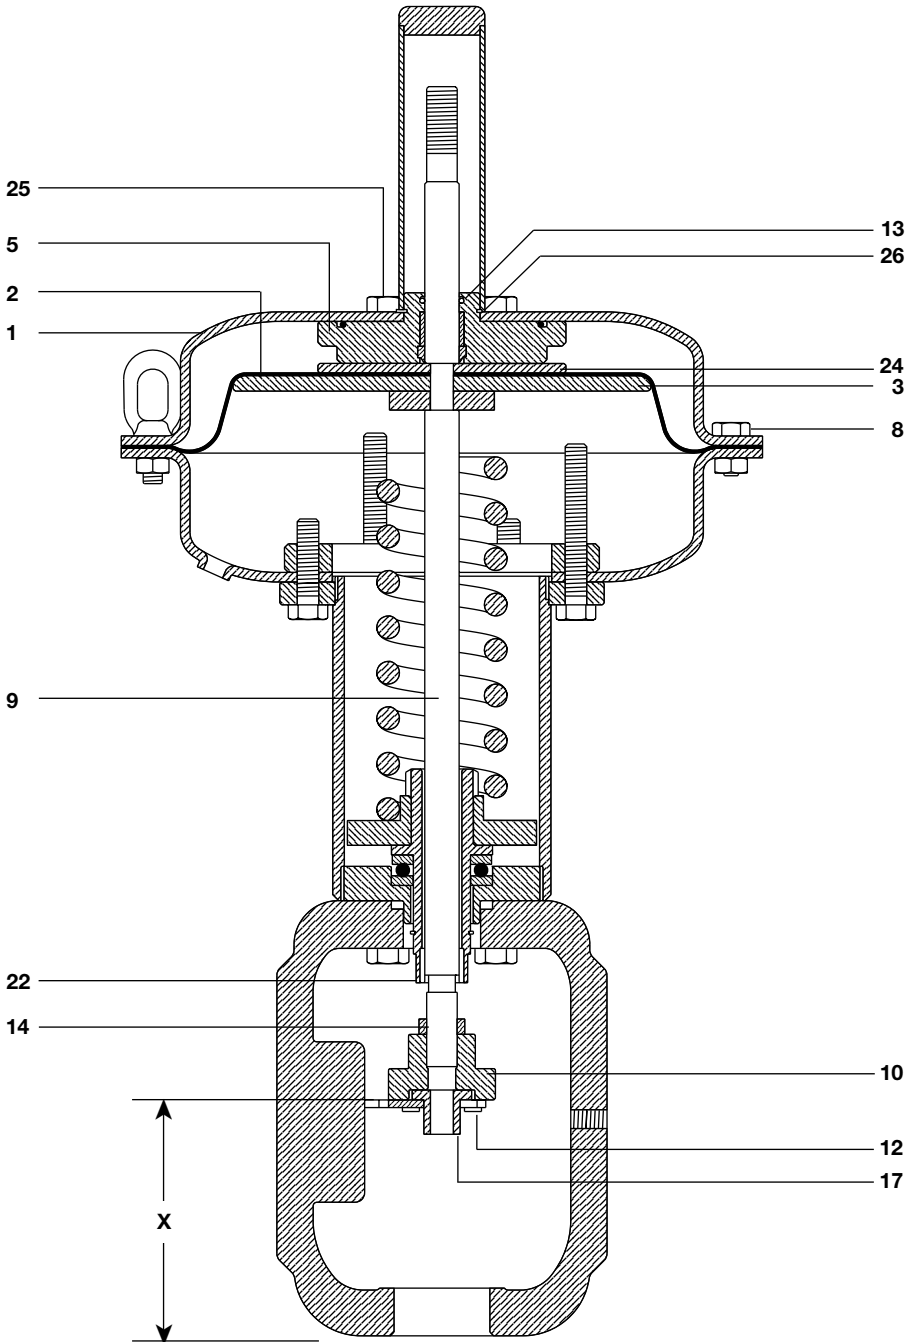

图10 PN2000系列
5.4 PN2300至PN2600系列（参考图10）:
表2 尺寸‘X’近似距离 mm（英寸）（见图10）